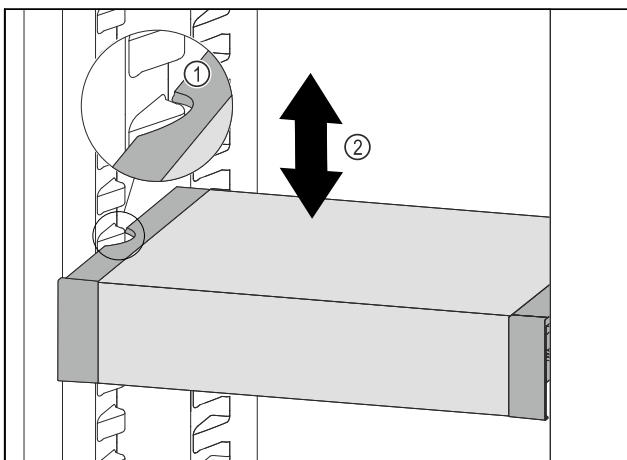

Fig. 159
- Tirer le VarioSafe vers l'avant jusqu'à ce que les encoches latérales du VarioSafe soient à la hauteur de la nervure du bac dans la partie réfrigérateur. Fig. 159 (1)
- Déplacer le VarioSafe vers le haut ou vers le bas dans la partie réfrigérateur jusqu'à ce que la hauteur souhaitée soit atteinte. Fig. 159 (2)